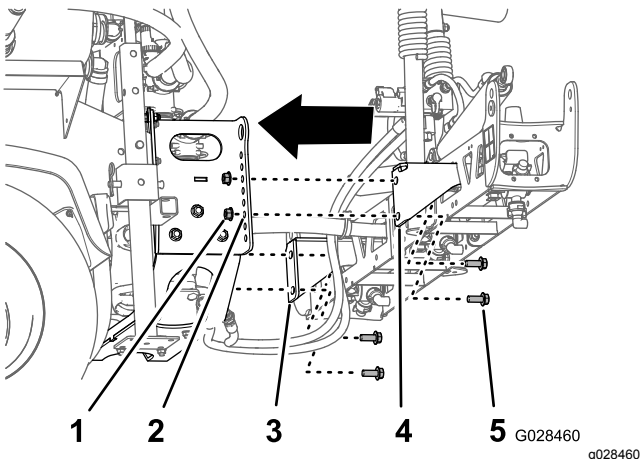

Figura 39
2. Alinhe o orifício inferior nos suportes de montagem de secção do conjunto da rampa central com o terceiro furo da parte inferior nos suportes da rampa na estrutura do patim de pulverização, como se mostra na Figura 39.